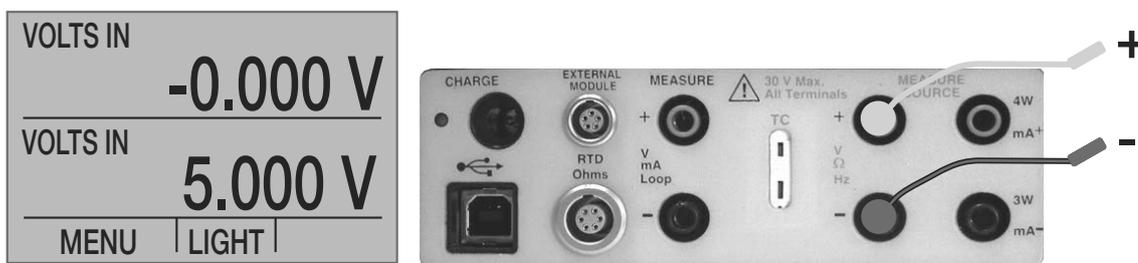

Abbildung 5: Messen von Spannungen und Frequenzen mit Ein- und Ausgangsbuchsen
- Schließen Sie die Prüfkabel an (siehe Abbildung 5).